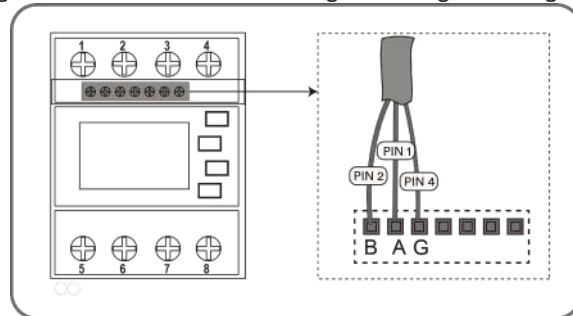

Abb. 38. RS485-Kabel für Anschluss an Smart-Meter
1. Isolieren Sie das andere Ende des Netzkabels ab und befestigen Sie den Kupferdraht an der entsprechenden Klemme am Smart-Meter. [\times PH0 \approx 0,7 Nm] (siehe Abb. 38).